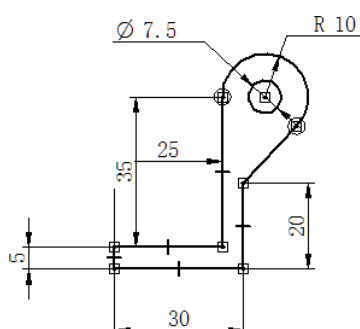

图 7.2.16 绘制圆
Step10. 在 **主页** 功能选项卡的 **绘图** 区域中选择  命令，捕捉前面所绘制的圆弧中心，在“圆弧”工具条中 **直径(D):** 文本框中输入数值 7.5，并按下 Enter 键，结果如图 7.2.16 所示，按 Esc 键结束命令。